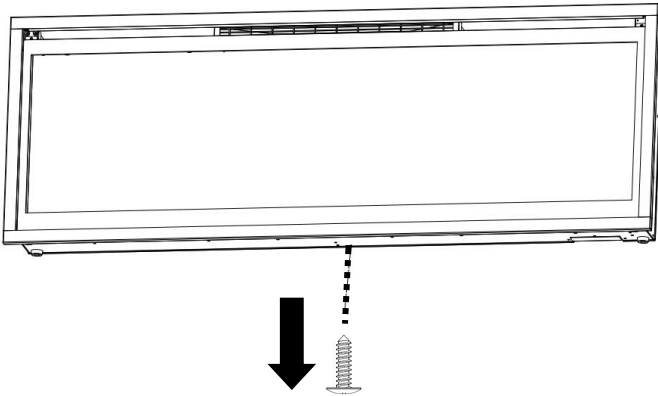

Fig 3-1
A. Entfernen Sie die silberne Schraube an der Unterseite des Geräts. (**Abb. 3-1**). Legen Sie die Schraube beiseite.